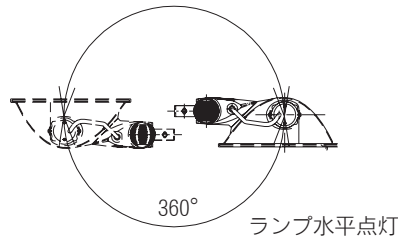
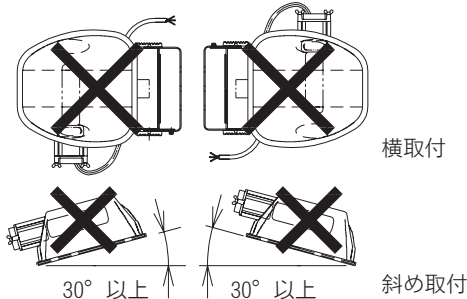

図 1 使用可能範囲
図 2 使用不可
1. 投光器は図 1、図 2 に示すような使用制限範囲内で使用してください。